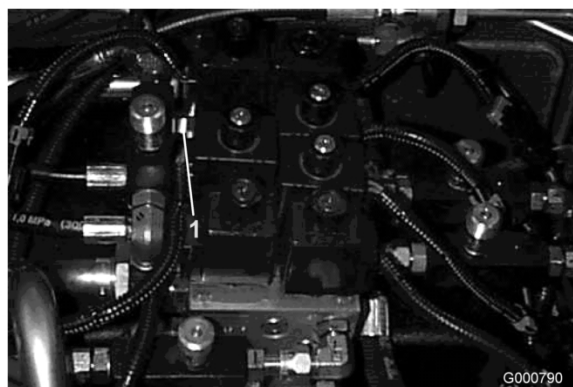
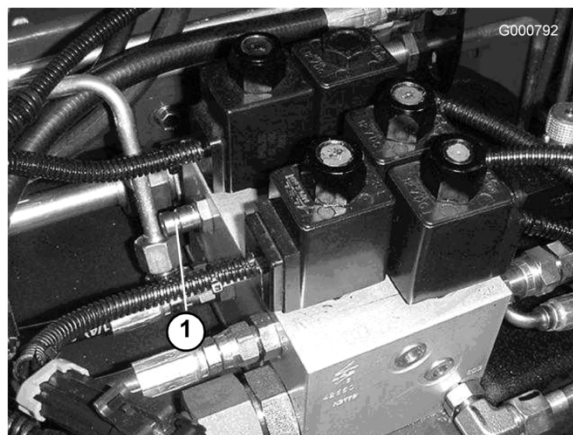

Figura 66
Figura 67
1. El punto de prueba A (Figura 66 y Figura 67) se utiliza para localizar problemas en el circuito hidráulico de los cilindros de elevación.